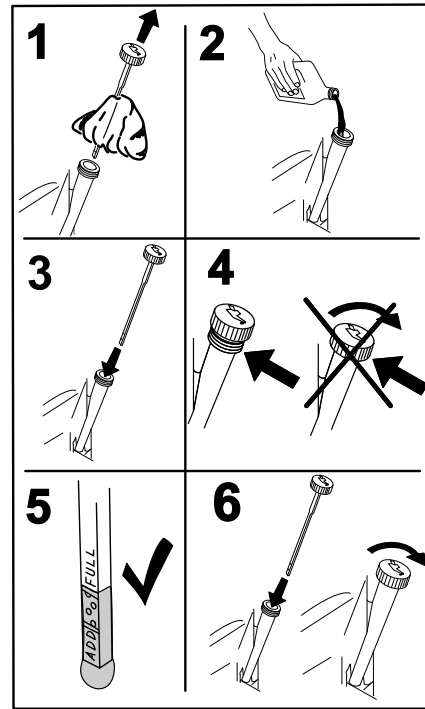

Figura 42
5. Versate lentamente circa l'80% dell'olio indicato nel tubo di rifornimento e sempre con cautela rabboccate l'olio necessario per portarlo alla tacca di **Pieno** (Figura 42).